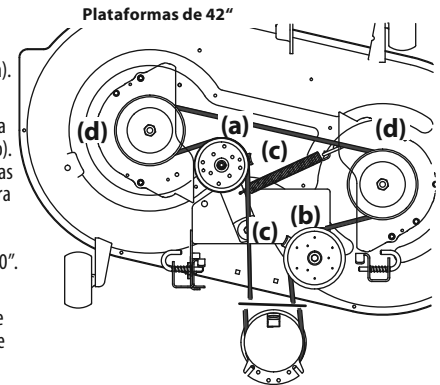
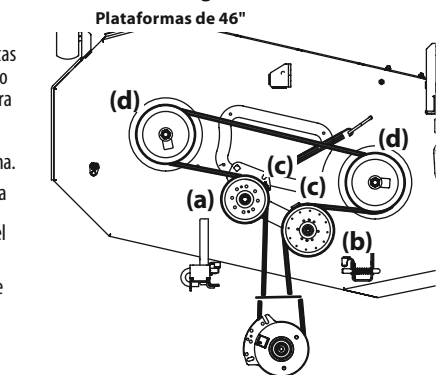
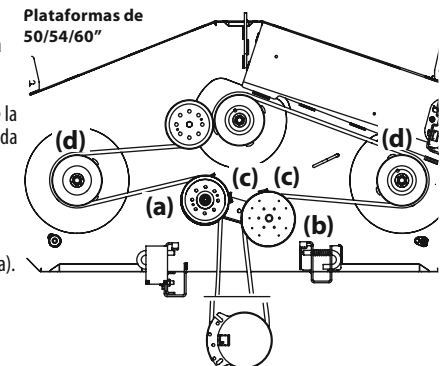

Figura 43
Figura 44
Figura 45
2. Afloje, pero no quite los herrajes de la polea loca a la derecha (a) y la izquierda (b). Consulte la Figura 43 para las plataformas de 42", la Figura 44 para las plataformas de 46" y la Figura 45 para las plataformas de 50", 54" y 60".